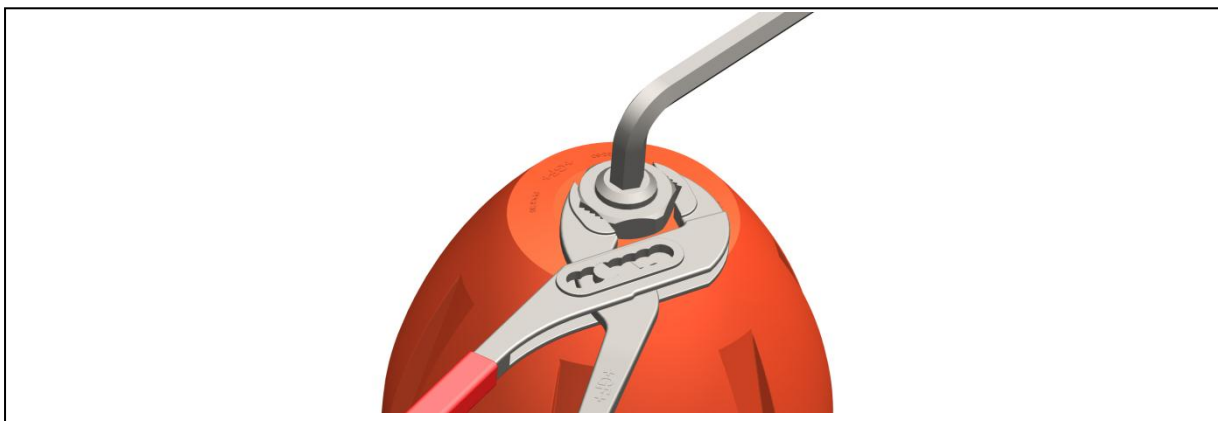

Fig. 6
- Fixer le pivot à l'aide d'une clé mâle pour vis à six pans creux et serre en même temps le contre-écrou au moyen d'un outil adapté, voir Fig. 6.